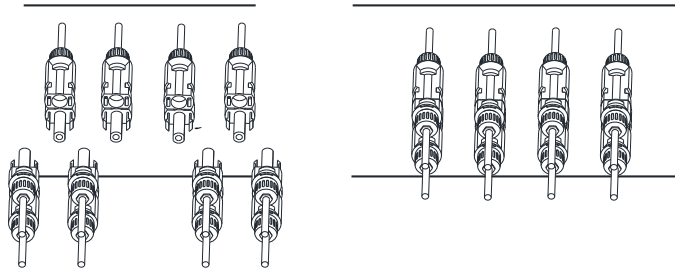

Figura 5.6 Conexão de Entrada DC
d) Por fim, insira o conector DC na entrada positiva e negativa do inversor, conforme figura 5.6